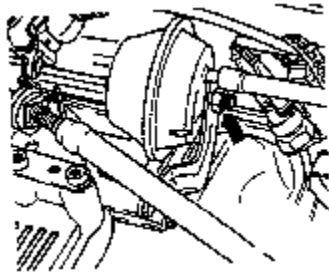

图 11-91 拆卸调节控制元件
③在定位元件上固定杠杆以免其移动。
(3) 调节控制元件的拆卸
①如图 11-91 所示。拔出真空管。
②拧开或者夹出拉杆。
③从支架上拆下调节控制元件。其拧紧力距为 $25\text{N} \cdot \text{m}$ 。